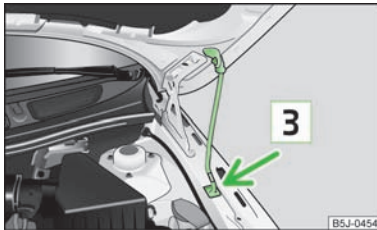

Abb. 117
- Die Klappenstütze aus der Halterung nehmen und die geöffnete Klappe sichern, indem das Ende der Klappenstütze in die dafür vorgesehene Öffnung  » Abb. 117 gesetzt wird.